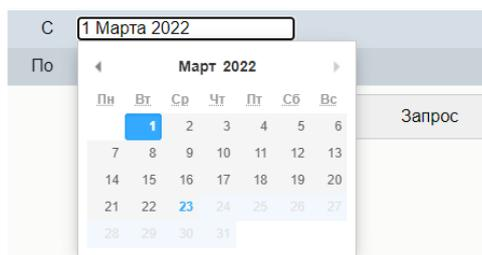

Рисунок 4.24 – Выбор периода журнала событий
- 1) поле выбора даты начала ведения журнала событий (см. рисунок 4.24);
- 2) поле выбора даты окончания ведения журнала событий (аналогично, см. рисунок 4.24);